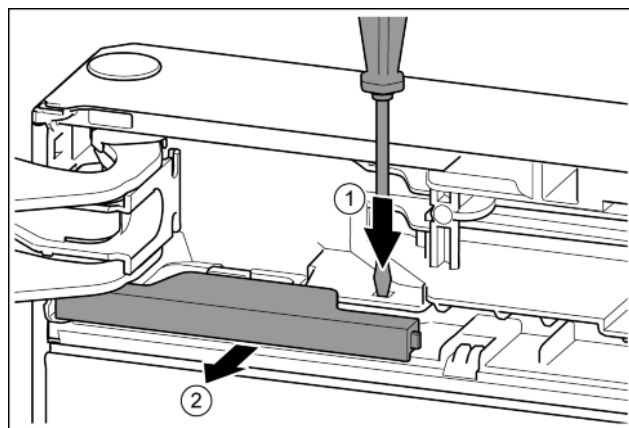

Fig. 9
- Plochým šroubovákem lamelu přitlačte. Fig. 9 (1)
- Kryt vytáhněte ze zarážky. Fig. 9 (2)